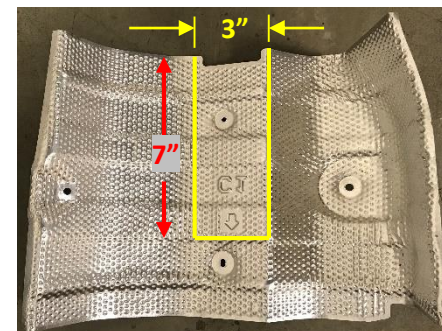

Figure 2
- 1. Abaisser l'échappement** – Enlever les trois (3) supports en caoutchouc les plus à l'arrière. S'assurer de supporter l'échappement pour éviter les dommages.
- 2. Enlèvement de l'écran thermique** – À l'aide d'une douille 10 mm, retirer les écrous qui fixent l'écran thermique au véhicule. Découper l'écran thermique dans la zone où l'attelage touche le longeron (les dimensions sont approximatives). Voir la figure 2